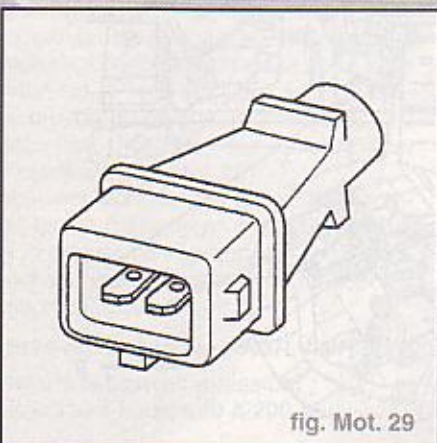

fig. Mot. 29
- Mesurer la résistance entre les contacts de la fiche (fig. Mot. 29).